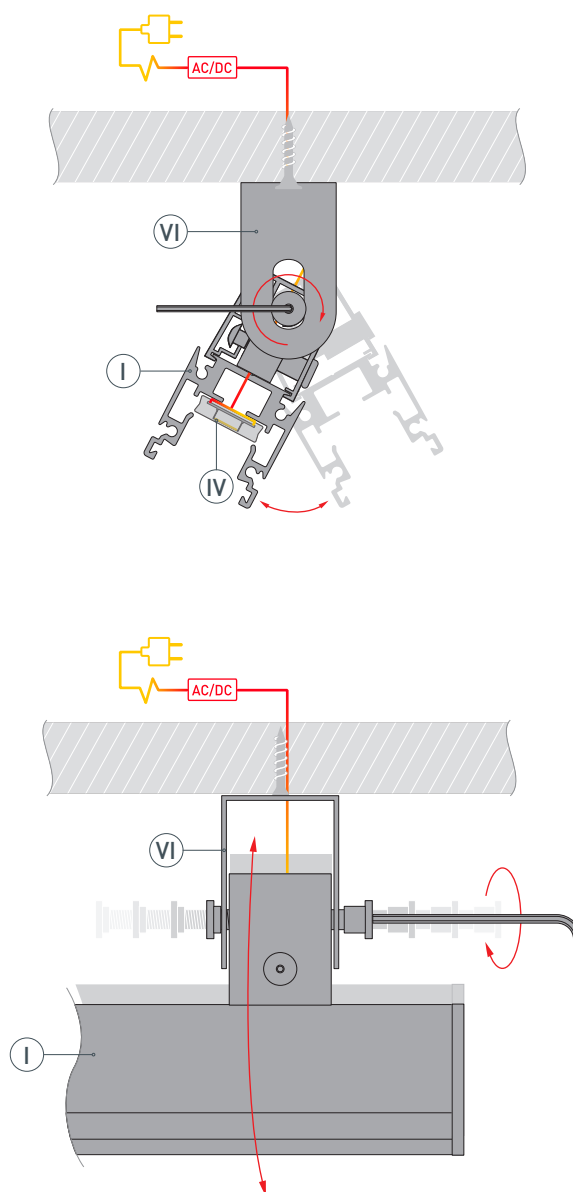

Рис. 5. Вид профиля сбоку. Фиксация положения профиля в держателях
- 5** / Подключите светодиодную ленту (IV) к источнику питания, строго соблюдая полярность, обозначенную на плате светодиодной ленты. Максимально допустимая для подключения длина отрезка светодиодной ленты указана в инструкции к светодиодной ленте. Для обеспечения равномерного свечения ленты по всей длине рекомендуется подавать питание на светодиодную ленту с двух сторон. Установите профиль (I) в держатели (VI), для этого необходимо установить ответную часть держателя (VI) в основание держателя (VI). Отрегулируйте и зафиксируйте положение профиля (I), затянув гайки в держателях (VI) (рисунок 5).